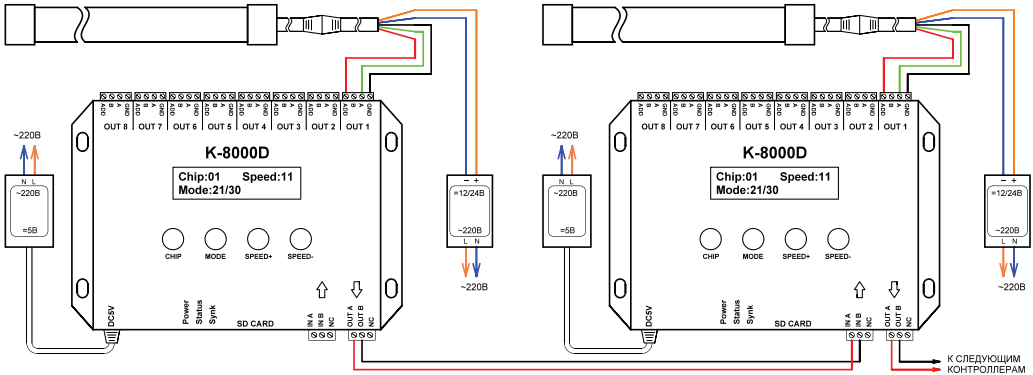

Рис.2. Схема подключения гибкого неона и соединения нескольких контроллеров для синхронной работы.
- 3.5. При подключении нескольких контроллеров используйте схему, приведенную на *Рис.2*.